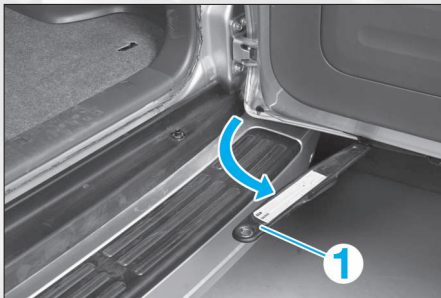

FIG. 69
- Déposer le rail de maintien (1) (Fig.69).